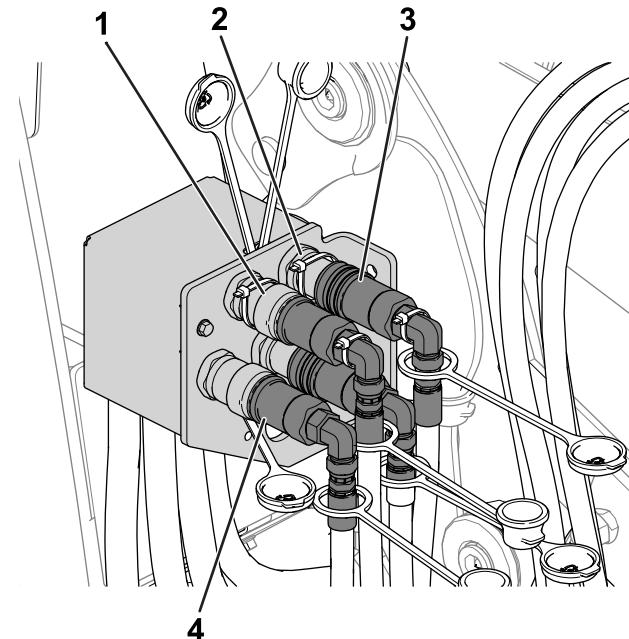

Figura 52
5. Realice los pasos siguientes para conectar los acoplamientos hidráulicos (Figura 52):